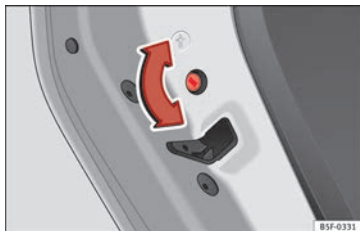

Fig. 135 Sécurité enfants de la porte gauche.
» fig. 135 et dans le sens antihoraire pour les portes de droite.
- Lorsque la porte est ouverte, tournez la rainure avec la clé du véhicule dans le sens antihoraire pour les portes de gauche **» fig. 135** et dans le sens horaire pour les portes de droite.